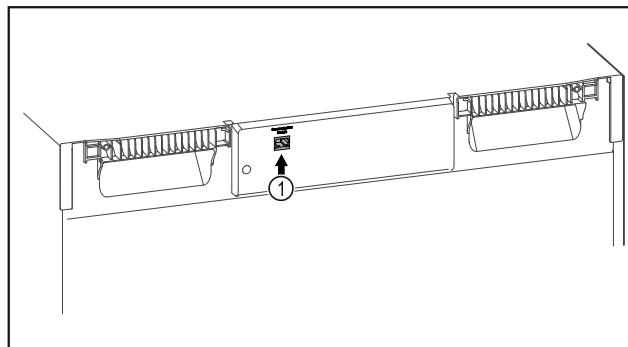

Fig. 95
- ☐ SmartModule Fig. 95 (1) on otettu käyttöön.